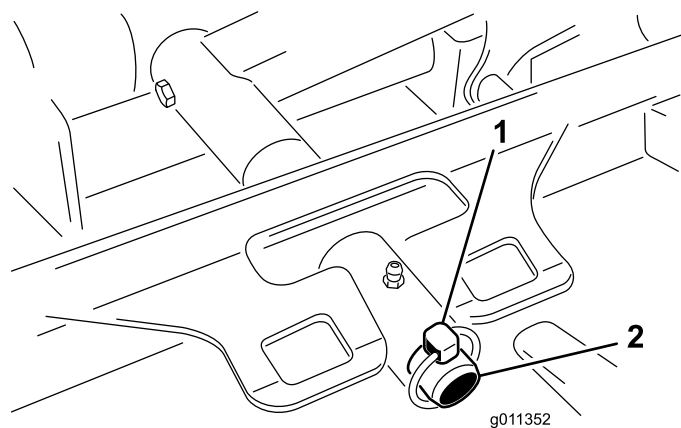

Figura 11
3. Retire el pasador de seguridad o la tuerca de retención (GM 4700 solamente) que sujeta el bastidor de tiro de la carcasa a la barra de giro del brazo de elevación (Figura 11).
3. Deslice el bastidor de tiro de la carcasa sobre el pasador de giro del brazo de elevación. Sujételo con un pasador de seguridad o una tuerca de retención (GM 4700 solamente) (Figura 11).